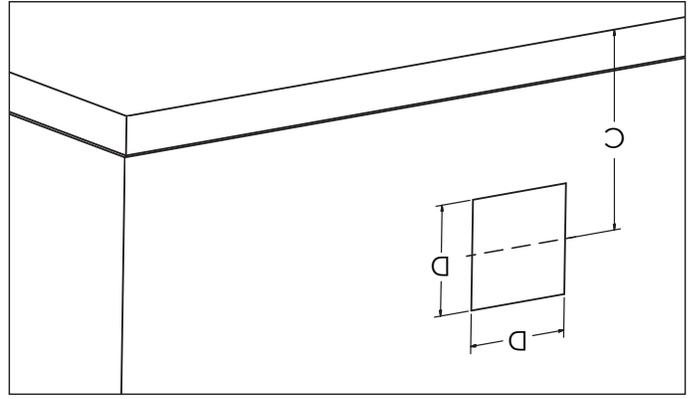

Figure 10
2. Dessinez la position du trou pour le tuyau d'admission d'air, en tenant compte des dégagements minimaux mentionnés dans la Figure 6. Voir les dimensions du trou carré « D » et la hauteur jusqu'au centre « C » dans le tableau 1 et la Figure 10 pour les différents modèles. La hauteur « C » est le minimum recommandé.